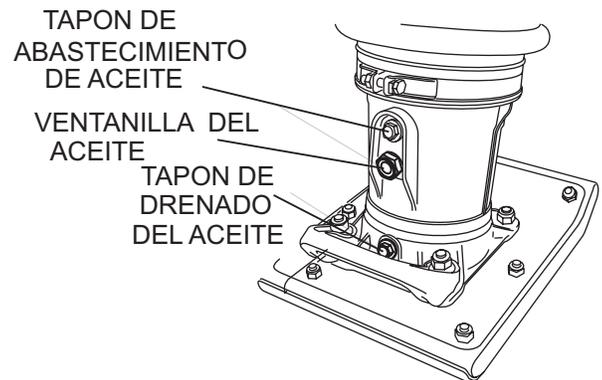

Figura 13. Tapón para drenar el aceite
- Retire el tapón para drenar en la caja de la zapata (Figura 13) y drene el aceite. Rellene con aproximadamente 0.65 litros (0.69 cuartos) de aceite de motor 10W-30 SE, SF ó un grado mayor. El aceite debe estar a la mitad del visor. El aceite inicial debe cambiarse después de las primeras 50 horas.